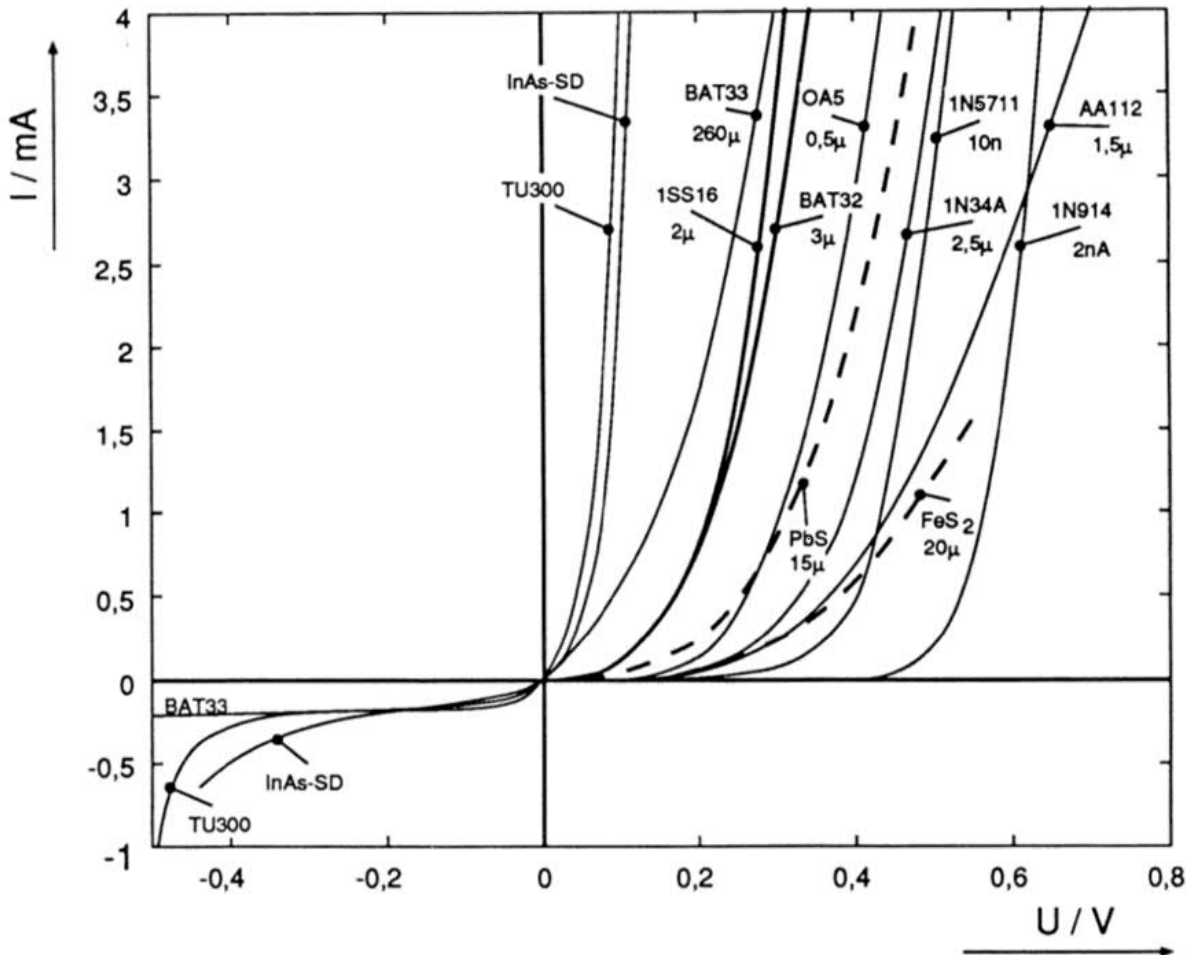

Bild 2: Gemessene Strom-Spannungs-Kennlinien von Halbleiterdioden und Kristalldetektoren. Angegeben ist der jeweilige Sperrstrom bei $U = -0,5V$
Inzwischen gibt es durchaus Diodentypen mit sehr kleiner Sperrspannung, wie es Bild 2 mit entsprechenden Meßkurven zeigt. Relativ kleine Sperrspannungen besitzen u. a.
neuere Si-Schottkydioden (SD) wie die 1SS16 (NEC) und BAT 32 (Siemens). Hierzu fast identische, nicht eingezeichnete $I(U)$ -Kurven weisen z. B. die weiteren Si-SD 1SS99 (NEC) und BAT 63 (Siemens) auf. Bei SD läßt sich die Lage der Kennlinie durch geeignete Wahl des Schottkykontakt-Metalls relativ stark beeinflussen. In Bild 2 finden sich auch Kennlinien für die Si-pn-Diode 1N914, die Si-SD 1N5711, die älteren Ge-pn-Typen 1N34A, AA112 (Spitzendiode mit ihrer
flachen Kennlinie) und OA5 (Golddrahtdiode mit kleinem U_{Sch} durch den speziellen Legierungsprozeß), für die Si-SD BAT33, eine InAs-SD* und die Ge-Rückwärtsdiode TU 300 (Siemens). Letztere Diodenart, die wie die InAs-Diode eine äußerst geringe Schleusenspannung aufweist, ist im Prinzip eine Tunnel diode, bei welcher der charakteristische Stromhöcker aber fehlt bzw. kaum ausgeprägt ist. Zum Vergleich enthält Bild 2 Kennlinien von Kristalldetektoren, nämlich
für je ein relativ empfindliches Exemplar mit Bleiglanz (PbS) und mit Eisenpyrit (FeS₂). Die Art des metallischen Kontaktes (Feder) ist bei ihnen ziemlich unkritisch. Bild 2 zeigt also, daß wir heute durchaus über Halbleiterdioden verfügen, die kleinere Schleusenspannungen besitzen als die historischen Kristalldetektoren.
Für typische der in Bild 2 aufgeführten Dioden und die beiden Kristalle wird nun geschildert, wie sie sich theoretisch und experimentell in einer Detektorschaltung verhalten.